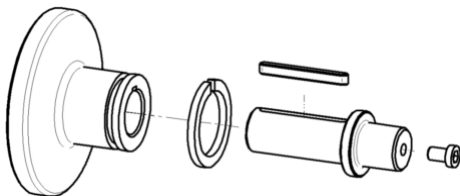

图 5.5.1 创建爆炸图视图
为了清晰地反映装配体零件的位置关系，可以通过创建爆炸图视图来达到目的。爆炸图视图是一个模型视图，通常采用轴测图的方位。下面以图 5.5.1 所示为例，说明创建装配
(1) 单击 **图纸视图** 区域的“视图向导”按钮 ，系统弹出“选择模型”对话框。在 **查找范围(F)** 下拉列表中选择目录 D:\sest4.12\work\ch05\ch05.05，然后选择“cluthc_asm_asm”模型，单击  **打开(O)** 按钮。
(2) 此时系统弹出“图纸视图创建向导”对话框，在该对话框 **装配图纸视图选项** 区域右侧的下拉列表中选择  **自动爆炸** 选项，然后单击  **完成(F)** 按钮。
(3) 在“视图向导”命令条中  的下拉列表中选择 **1:1**。将鼠标放在图形区，会出现视图的预览，选择合适的放置位置单击以生成基本视图，结果如图 5.5.1 所示。